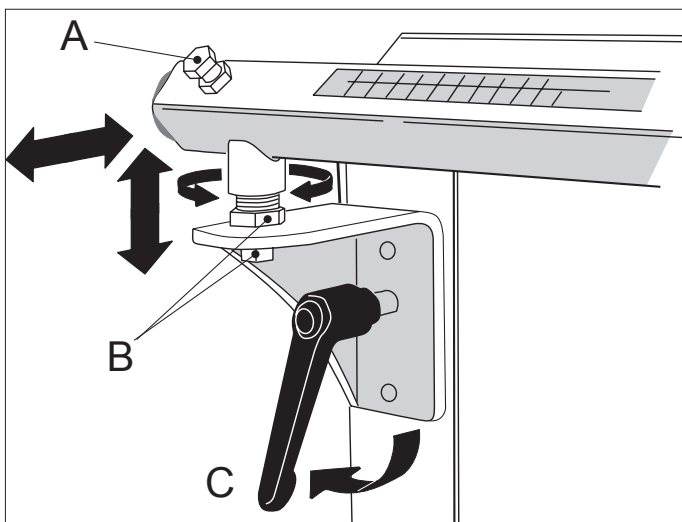
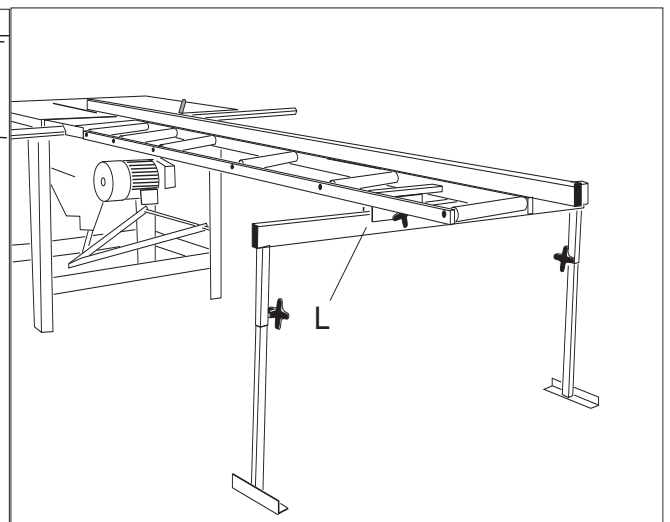

Fig. 3
Fig. 4
- Styreskinnen hektes på sagbena og låses v.h.a. låsespakene **C**. *Fig. 3.*
- Kontroller høyden på rulleanlegget ved å legge det løse anholdet over svingskiven, rulleanlegget og rullebordet. Juster høyden på rulleanlegget i plan med svingskiven på sagen ved å løse kontramutterne til styreskinnens festeskrue **B**, og juster festeskrue og kontramutterne *fig. 3*. Finjuster høyden på støttebukk **L** *fig. 4*.
- Drei sagens svingskive til 90°, juster vinkelen på styreskinnen med styreskinnens festeskrue **B**, bruk en vinkel mellom anholdet og sagbladet som kontroll *fig. 4b*. Trekk til festeskrue *fig. 3*.
Fig. 4 a
Fig. 4 b